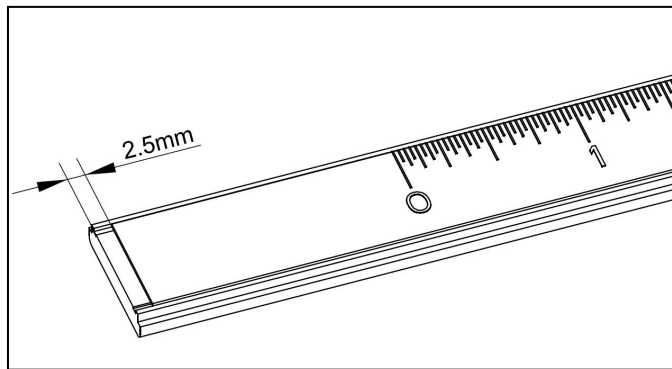

Abb. 7-3
Dieses Produkt wird mit je einem Satz langer und kurzer Skalen geliefert, jeweils mit imperialen und metrischen Spezifikationen in jedem Satz. Benutzer können sie bei Bedarf einfügen. Wie in Abbildung 7-3 gezeigt, positionieren Sie beim Einfügen der Skala die Kante der Skala 2,5 mm innerhalb der Skalengrundplatte; kleben Sie sie zentral in Richtung der Breite ein.
Die Skala ist mit Anschlägen an beiden Enden ausgestattet, wie in Abbildung 7-3 dargestellt. Um den Anschlag in die hohe Position zu bringen, richten Sie die Skala mit dem "HOCH"-Anschlag aus. Für die niedrige Position richten Sie sie mit dem "TIEF"-Anschlag aus. Bevor Sie sie verwenden, befolgen Sie diese Schritte, um die Position der Skalenanschlätze zu kalibrieren:
1. Lockern Sie die beiden M4-Stellschrauben am Skalenanschlag mit einem 2mm-Inbusschlüssel, wie in Abbildung 7-3 gezeigt. Bewegen Sie den Skalenanschlag in eine Position weg von der Skala und ziehen Sie dann die Stellschraube erneut fest.